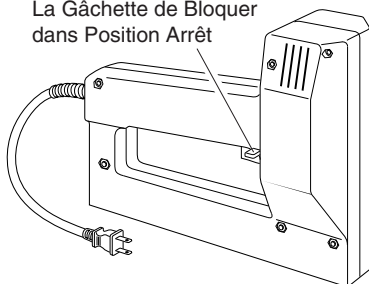

Figure 1
1. Déplacez la gâchette de bloquer à la POSITION DE ARRÊT (voir Figure 1) et débranchez l'outil.